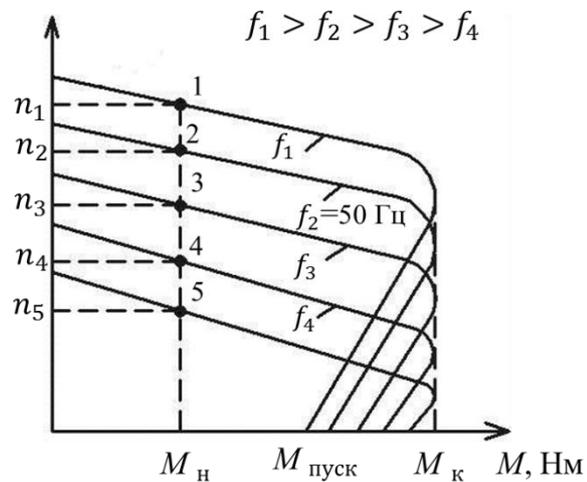

Рис. 2.32. Семейство механических характеристик АД при частотном регулировании скорости
*Преимущества* способа: регулирование без потерь мощности; сравнительно большой диапазон регулирования (рис.2.32).